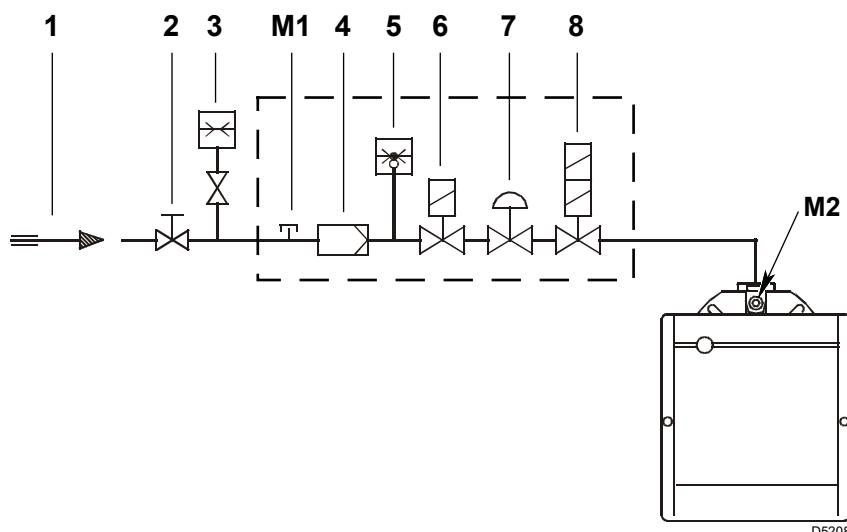

Abb. 16
Zeichenerklärung (Abb. 16)
Gasdruck, gemessen am Anschluss M2)(Abb. 16 auf Seite 18) unter folgenden Bedingungen:
- vom Gasdruck am Anschluss M2)(Abb. 16 auf Seite 18) den Druck in der Brennkammer abziehen.
$$\begin{array}{ll} \text{Gasdruck am Anschluss M2)(Abb. 16 auf Seite 18)} & = 10 \text{ mbar} \\ \text{Druck in der Brennkammer} & = 2,2 \text{ mbar} \\ 10 - 2,2 & = 7,8 \text{ mbar} \end{array}$$